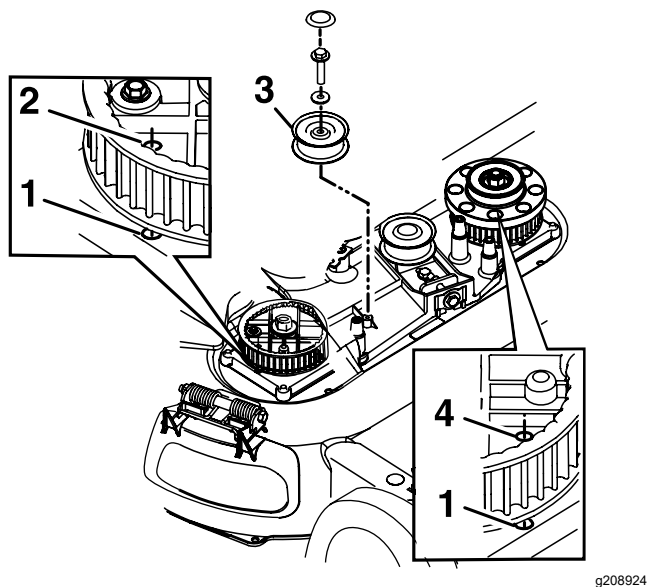

Figura 40
8. Retire la polea tensora fija y los herrajes (Figura 40).
10. Alinee los orificios de los piñones de la izquierda y de la derecha con los orificios de la carcasa, como se muestra en la Figura 40.